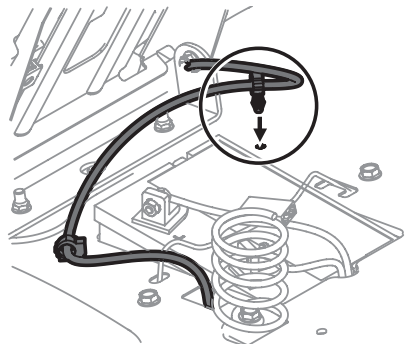

Figura 7
5. Usando la traba del mazo unida al mazo, asegure el exceso de cable al guardabarros colocando la traba del mazo en su lugar como se muestra en la Figura 7.